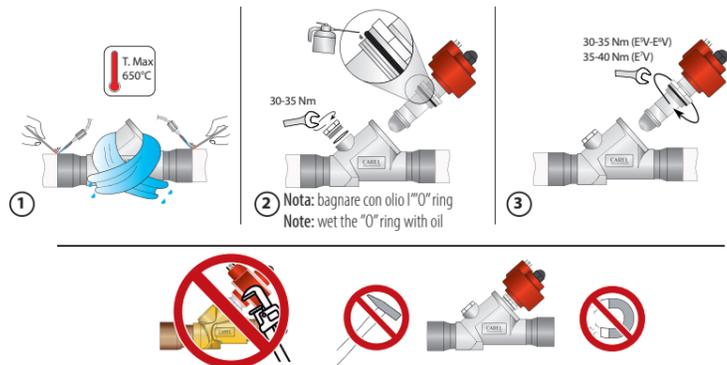

Fig. 2
Le valvole E⁵V, E⁶V, E⁷V devono essere saldate al circuito mediante brasatura dei raccordi in rame ai tubi di uscita condensatore (IN) e di ingresso evaporatore (OUT). Seguire la successione indicata in Fig. 2 procedendo in questo modo:
The E⁵V, E⁶V, E⁷V valves must be joined to the circuit by braze welding the copper fittings to the condenser outlet (IN) and evaporator inlet pipes (OUT). Proceed as indicated in Fig. 2.